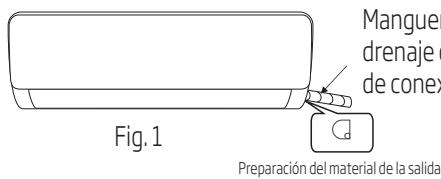
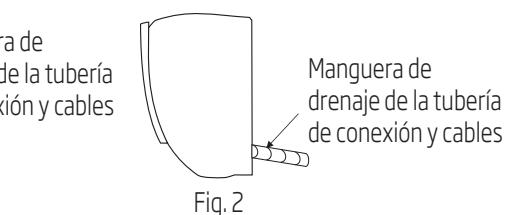

Fig. 1
Fig. 2
1. Dependiendo de la posición de la unidad, la tubería deberá salir por la izquierda o por la derecha (Fig. 1), o verticalmente desde detrás (Fig. 2) (dependiendo de la longitud de la tubería de la unidad interior). En el caso de un recorrido desde uno de los lados, recorte la salida cortando el material del lado contrario.